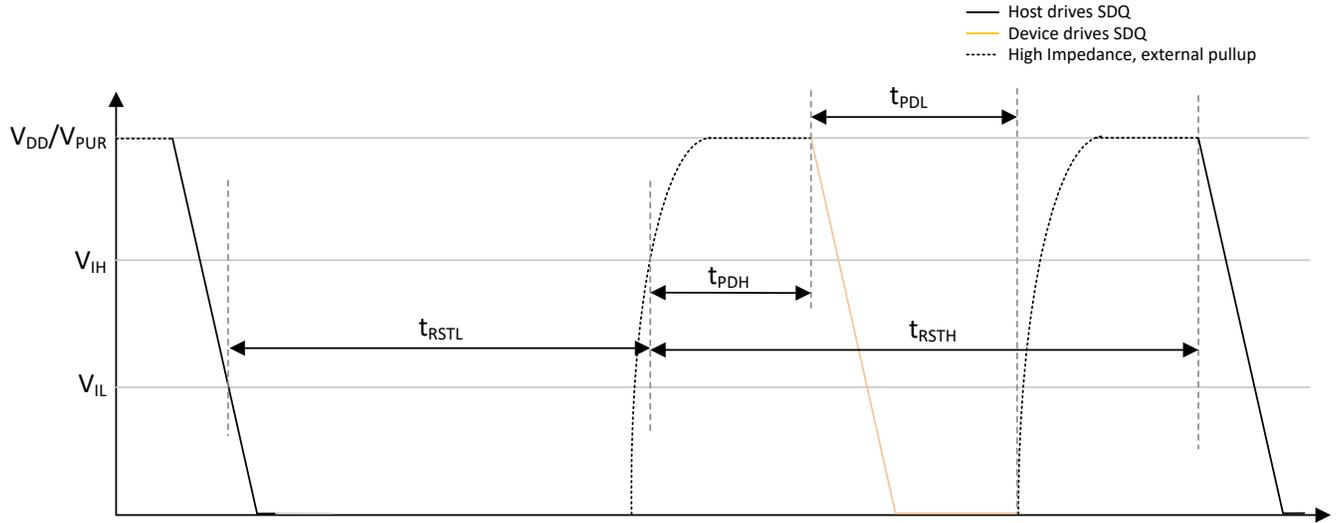

图 7-1. 总线复位时序图
| $t_{RSTL}$      | 主机到器件总线复位脉冲宽度 (图 7-1) (1)     | 480                 | 560               | 48                  | 80                | $\mu s$ |
| $t_{RSTH}$      | 器件到主机响应时间 (图 7-1) (2)         | 480                 |                   | 48                  |                   | $\mu s$ |
| $t_{PDH}$       | 总线复位响应的器件周转时间 (图 7-1)                    | 15                  | 60                | 2                   | 8                 | $\mu s$ |
| $t_{PDL}$       | 器件到主机响应脉冲宽度 (图 7-1)                      | 60                  | 240               | 8                   | 24                | $\mu s$ |